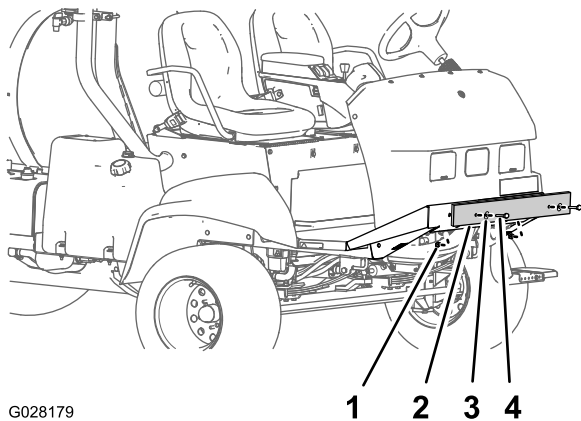

Figura 6
1. Rimuovete i bulloni, le rondelle e i dadi che fissano il paraurti di carico alla piastra dello chassis anteriore (Figura 6).
2. Rimuovete il paraurti di carico dalla macchina (Figura 6).